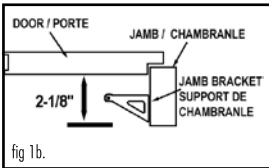

fig 1b.
b) Alternate (wider opening) installation: For applications requiring a slightly wider door opening, install jamb bracket as shown in fig. 1b.
b) Installation alternatif (pour une ouverture plus grande): Pour les applications exigeant une ouverture de porte plus grande, installer le support son côté penché ver la porte, voir illustration (fig.1b).